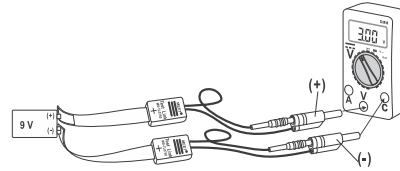
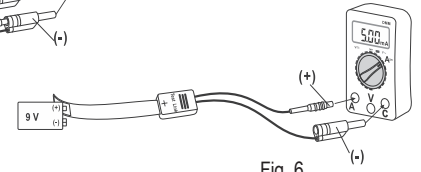

Fig. 5
Fig. 6
Per misurare la tensione (Fig. 5) e il flusso di corrente (Fig. 6) su una batteria a blocco collegata al carico, procedere come segue.
- Collegare i due adattatori per misurazioni a un multimetro adatto per misurare la tensione, come indicato in fig. 5.
- Per misurare la corrente collegare un adattatore per misurazioni a un secondo multimetro adatto, come indicato in fig. 6.